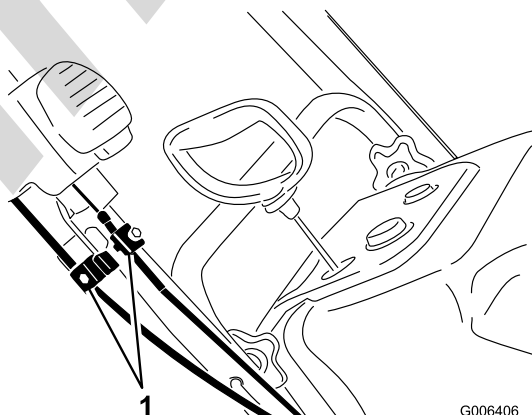

Figura38
1. Slăbiți cele două cleme ale cablului de control Quick Shoot (Figura38).